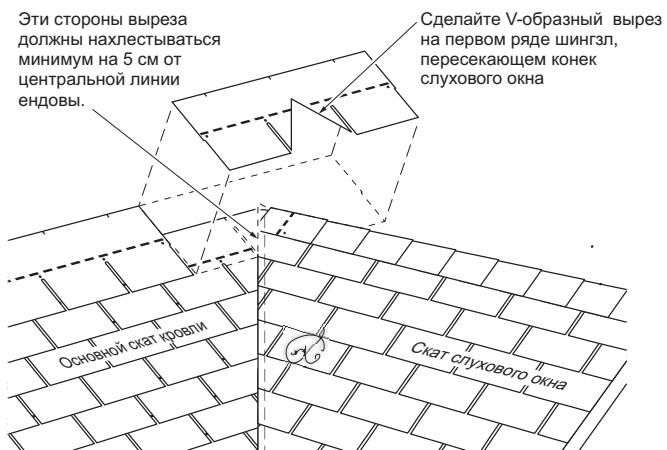

Рисунок 9. V-образный вырез должен точно соответствовать углам ендов и коньку.
Сложным элементом является узел примыкание конька слухового окна к плоскости ската кровли. Этот узел должен быть выполнен таким образом, чтобы обеспечить не только эстетику стыка, но и гидроизоляцию этого узла. (Рисунок 9).
3. Обрежьте первый гонт, который пересекает конек слухового окна (Рисунок 9). V-образным способом. Этот вырез должен быть точно вымерен относительно углов ендov и конька слухового окна. Этот вырез должен соответствовать по размерам ендov с обеих сторон слухового окна таким образом, чтобы при монтаже нахлестываться на загиб ендовых гонтов (т.е. обрезан по размерам центральной линии ендov).